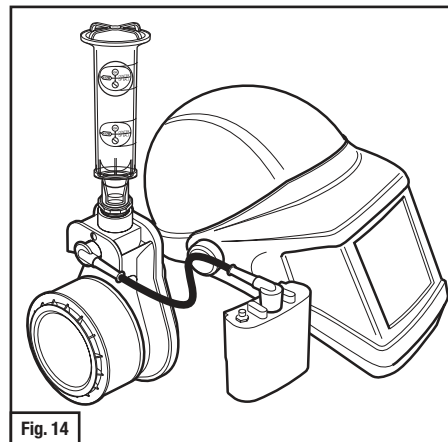

Fig. 14
- a. Adaptador L-181: Insira no conector de vinil (Fig. 14) e segure verticalmente.